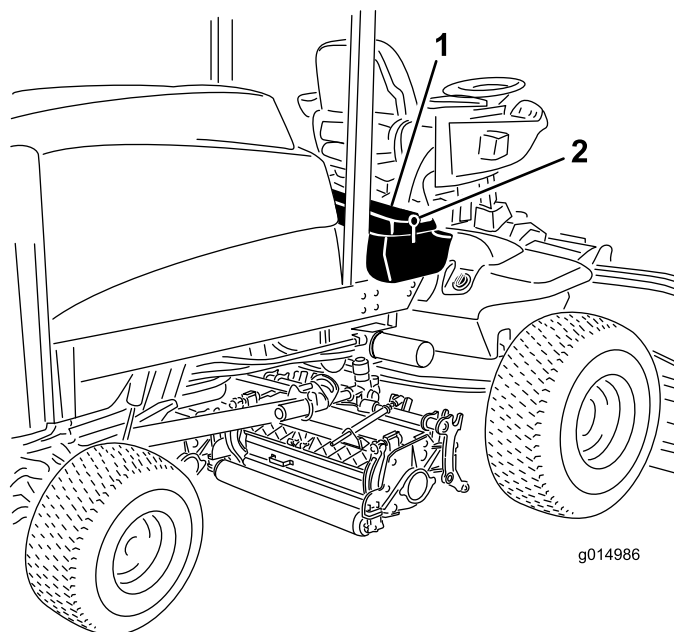

Figure 61
1. Déverrouillez et soulevez le panneau de la console (Figure 61).